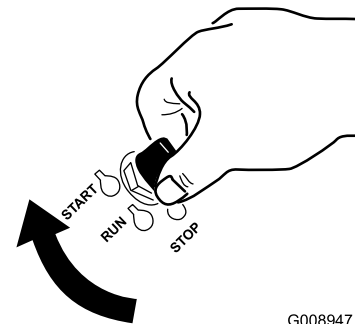

Figura 12
1. Gire la llave de contacto a la posición de ARRANQUE (Figura 12). Cuando el motor arranque, suelte la llave.
6. Gire la llave de contacto a la posición de ARRANQUE (O). Figura 12 Cuando el motor arranque, suelte la llave.